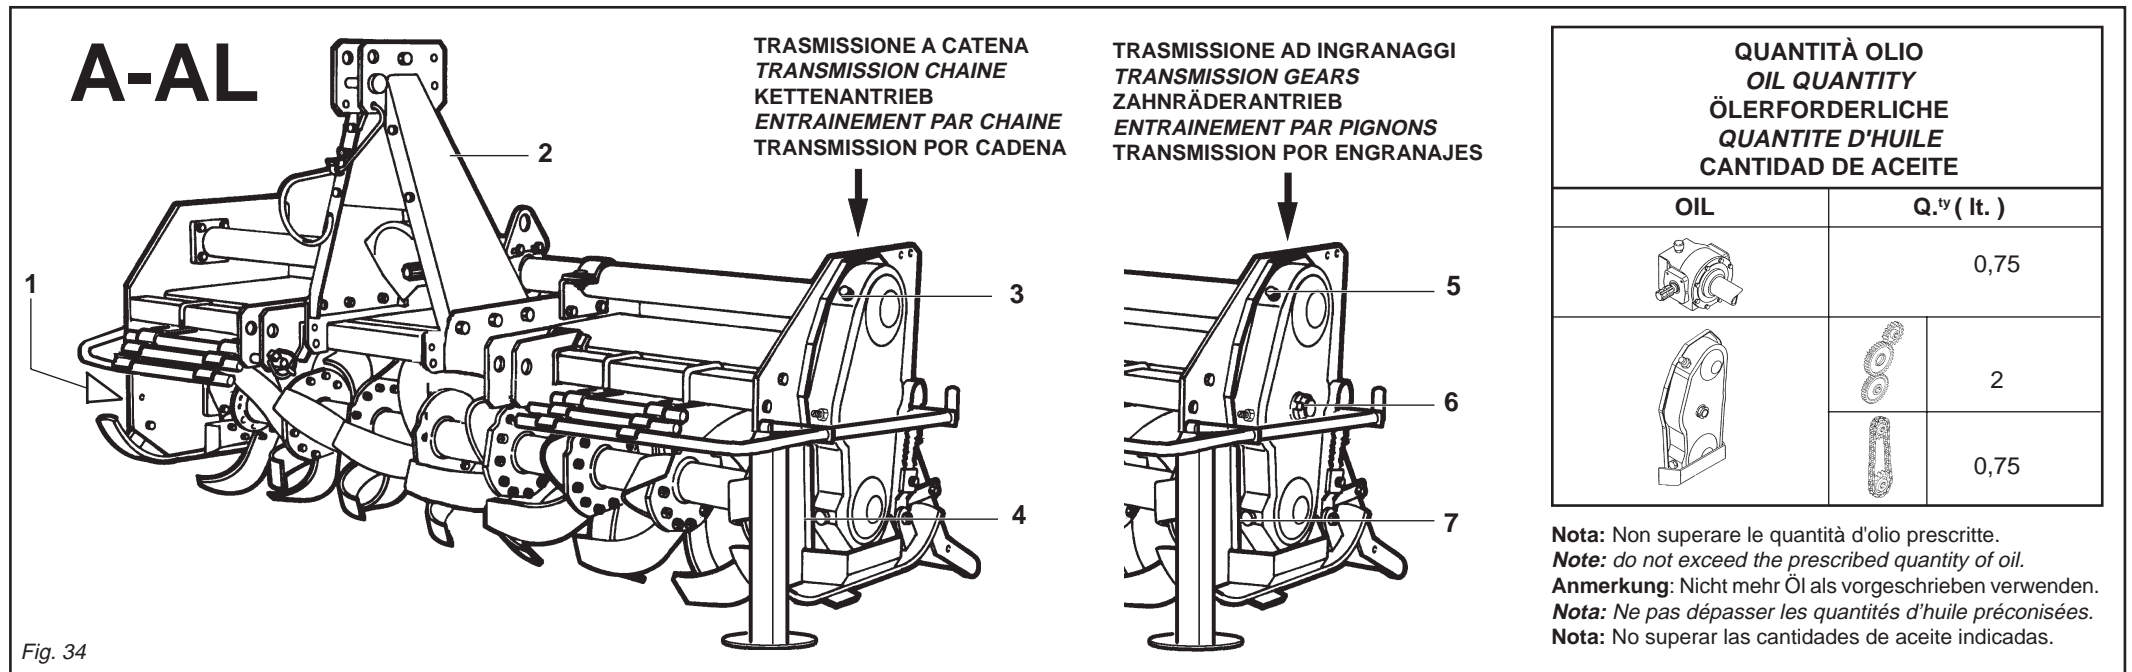

Fig. 34
Add oil through the fill plug if necessary (3 Fig. 34). It should flow from the level plug.
- *Side transmission gears: check the level of the oil in the side casing of the transmission unit, unscrewing the level plug (6 Fig. 34) and checking that oil flows out.*
Add oil through the fill plug if necessary (5 Fig. 34). It should flow from the level plug.
- *Change the oil in the in the gearbox or in the reduction unit and transmission casing by completely draining off the old oil through the drain plug under the reduction unit (4 Fig. 34) and through the transmission drain plug (7 Fig. 34).*
Dazu den Ölstandsstopfen (6 Abb. 34) losschrauben und prüfen, ob Öl ausfließt. Ggf. durch den Öleinfüllstopfen (5 Abb. 34) soviel Öl nachfüllen, bis das Öl am Ölstandsstopfen ausläuft.
- Das Öl im Getriebe und im Seitenantrieb wechseln. Dazu die Ölablaßschraube (4 Abb. 34) unter dem Getriebegehäuse und den Stopfen des seitlichen Antriebs (7 Abb. 34) losdrehen und das Öl ausfließen lassen.
rajouter de l'huile par le bouchon de remplissage (3 Fig. 34) jusqu'à ce qu'elle sorte par le bouchon de niveau.
- *Entrainement latéral par pignons: contrôlez le niveau de l'huile dans le carter latéral de la transmission en dévissant le bouchon de niveau (6 Fig. 34) et vérifiant si l'huile sort.*
Si nécessaire rajouter de l'huile par le bouchon de remplissage (5 Fig. 34) jusqu'à ce qu'elle sorte par le bouchon de niveau.
- *Vidangez entièrement l'huile du réducteur ou du boîte de vitesse et du carter de transmission à travers le bouchon de vidange (4 Fig. 34) qui se trouve sous la boîte du réducteur et par le bouchon de vidange de la transmission (7 Fig. 34).*
- Transmisión lateral por engranajes: controlar el nivel de aceite en el cárter lateral de la transmisión, desenroscando el tapón de nivel (6 Fig. 34) y controlando que salga el aceite. Eventualmente agregar aceite a través del tapón de llenado (5 Fig. 34), hasta que veamos que sale por el tapón de nivel.
- Efectuar el cambio completo del aceite, tanto del reductor (o en la caja de cambio) como también del cárter de transmisión, descargando completamente el aceite del tapón de descarga (4 Fig. 34) presente debajo de la caja del reductor y del tapón de descarga transmisión (7 Fig. 34).